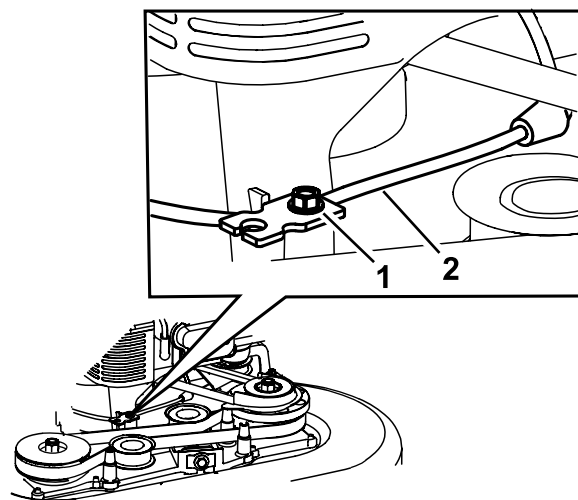

Figure 45
5. Desserrez la vis du serre-câble (Figure 45).